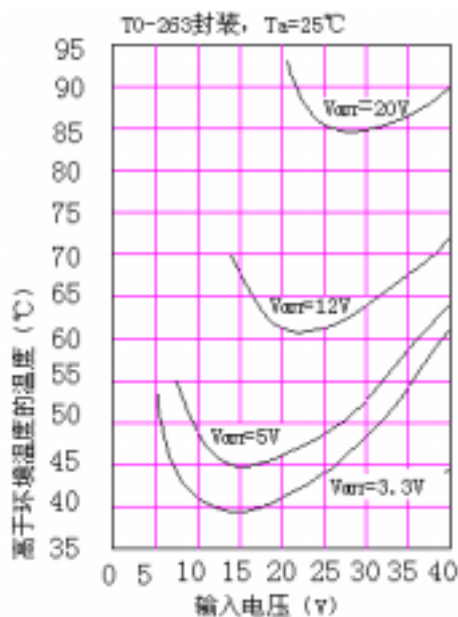

图 19
TO-263 (S) 封装的 LM2596 是要焊接在 PCB 板上的表贴元件，铜和 PCB 板有助于这种封装器件和其他散热元件，如吸纳二极管和电感的散热。焊接这种封装器件的 PCB 上的覆铜区域至少要有 0.4 平方英寸，更多的覆铜区域会改善热特性，但是，当的面积大于 6 平方英寸时，在散热方面的改善就很小，如果还需要进一步改善散热，就建议使用覆铜区域大的多次 PCB 板或在通风的情况下使用。图 19 是在负载电流为 2A，不同输入电压和输出电压情况下，TO-263 封装的 LM2596 的温度高出环境温度的有关曲线。